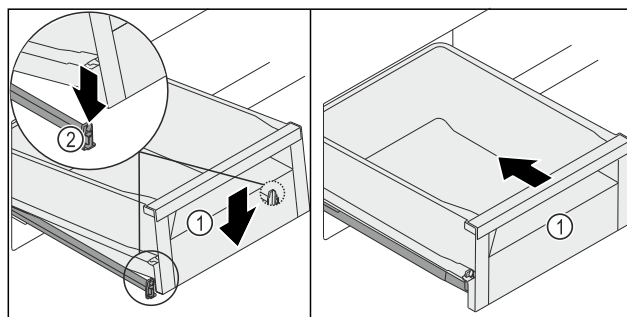

Fig. 124
- ▶ Опустіть висувний ящик Fig. 124 (1) спереду так, щоб він увійшов у затискач Fig. 124 (2) ліворуч і праворуч.
- ▶ Висувний ящик Fig. 124 (1) чутно зафіксується з характерним звуком.
- ▶ Всуňte висувний ящик Fig. 124 (1).